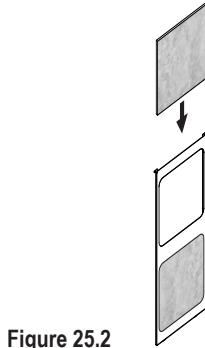

Figure 25.2
3. Empilez les tuiles incombustibles dans le cadre, comme il est indiqué à la **Figure 25.2** en insérant la première tuile, pliez les languettes sur le côté arrière **Figure 25.5**, puis glissez la dernière tuile, de telle sorte qu'elle repose sur les languettes.